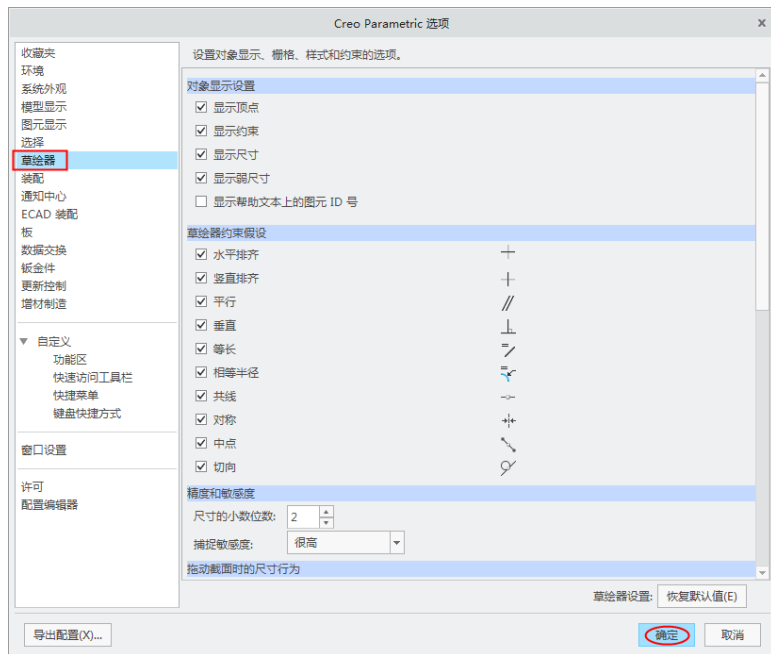

图 2-7 设置草绘器
1) 在“Creo Parametric 选项”对话框左边选择 **草绘器** 选项，然后在右边的设置区域中根据需求按照如图 2-7 所示启用相关复选框。在绘制过程中，有些选项可能会妨碍绘图，在此选项卡中取消启用某复选框，会从视觉上简化草图。